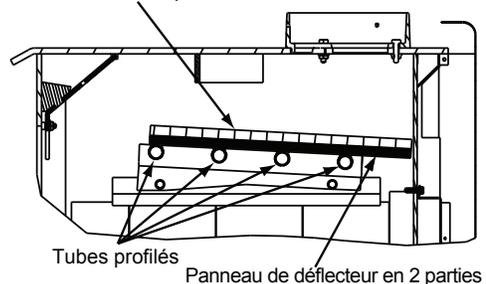

Figure 11.1
1. Confirmez que la position du déflecteur est correcte. Il doit affleurer le tube avant et reposer sur tous les tubes. **Figure 11.1 et 11.2.**